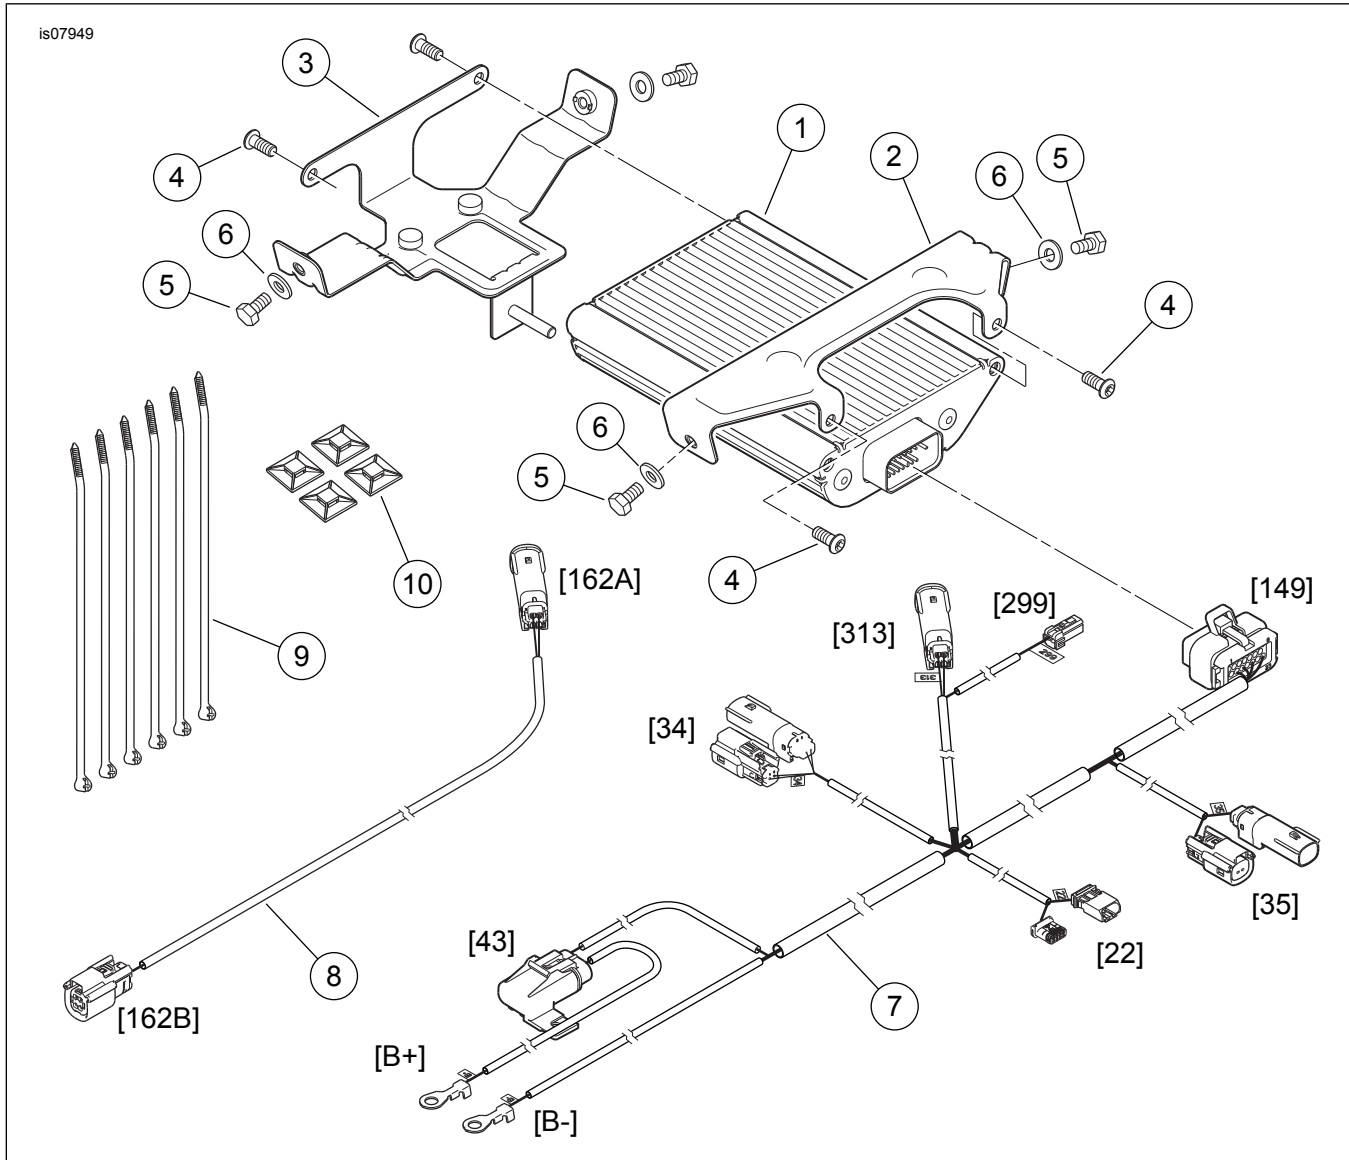

Figura 7. Peças de reposição, Kit amplificador do Boom! Audio
1. Veja Figura 7. Pegue os suportes do amplificador dianteiro (2) e traseiro (3) e quatro parafusos Allen (4) do kit.